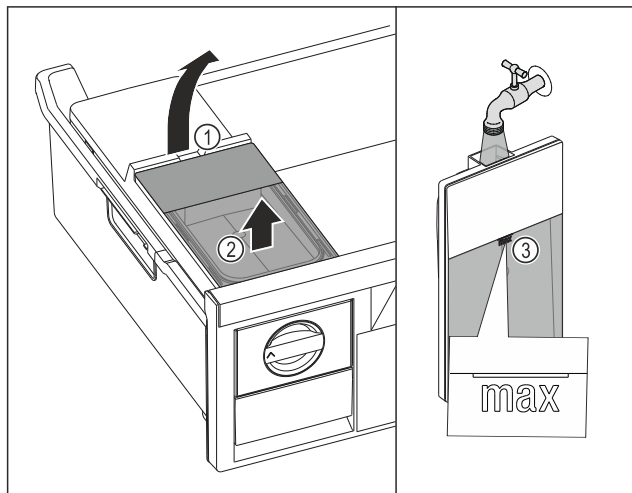

Fig. 81
- ▶ Podignite spremnik za vodu na otvoru Fig. 81 (1).
- ▶ Izvadite spremnik za vodu prema gore Fig. 81 (2)
- ▶ Spremnik za vodu napunite pitkom vodom do oznake Fig. 81 (3).